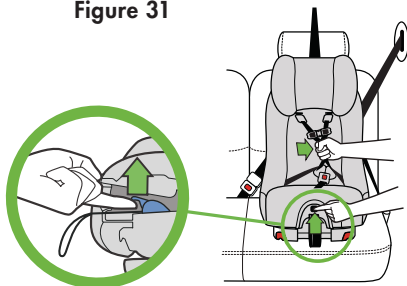

Figure 32
- Tout en tirant vers le haut sur la languette de réglage du harnais, tirez vers l'extérieur sur les sangles du harnais jusqu'à ce qu'elles bloquent, tel qu'illustré dans la **Figure 32**.